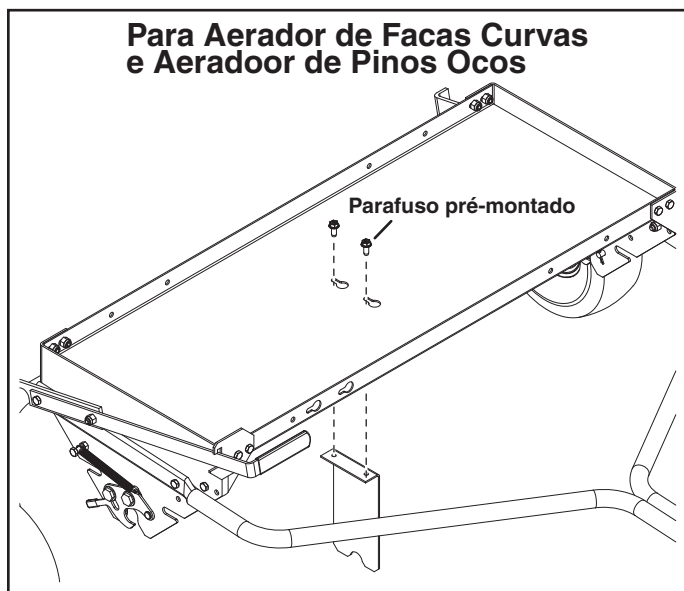

Figura 8
2. Para aeradores de solo, o apoio central deve ser fixado no meio da Plataforma Master Smartlink como mostra a figura 8. **Não aperte ainda.**